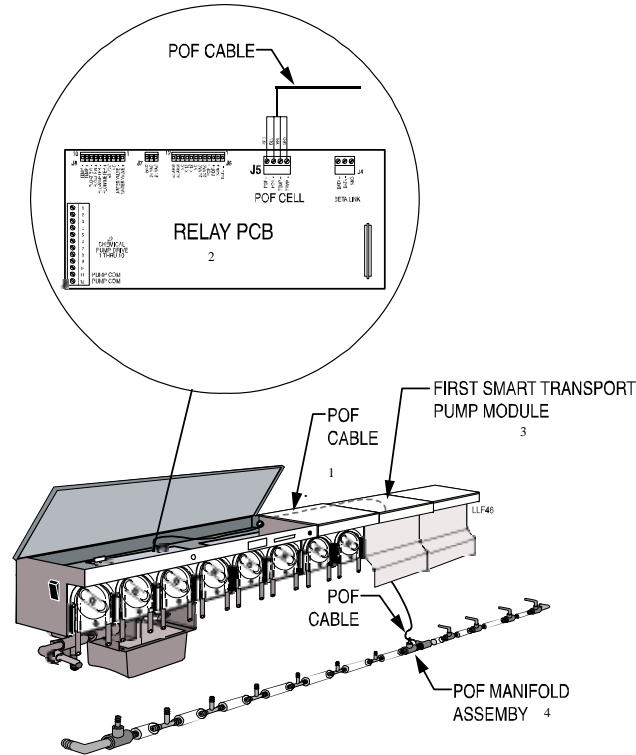

Figura 8.5. Instalación Eléctrica de POF
7. Pase el cable POF por el orificio del cable del motor en el primer módulo de transporte inteligente, según se indica en la Figura 8.5.